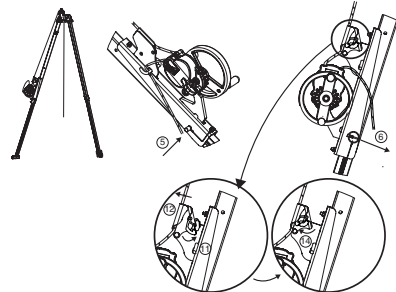

Fig. 9
IMPORTANTE: Attenzione al senso di montaggio: lo strozzafune deve essere rivolto verso la parte alta del treppiede tracpode (Fig. 9).
5. Posizionare il perno di fissaggio della console per apparecchio derope™ UP R. Questo perno di fissaggio svolge due funzioni: bloccaggio della gamba del treppiede tracpode e fissaggio della console per apparecchio derope™ UP R su questa gamba (Fig. 9, 5).
6. Bloccare il perno di fissaggio mediante la coppia ad anello (Fig. 9, 6).
11. Aprire lo strozzafune della console (Fig. 9, 11).
12. Introdurre la fune che esce dall'apparecchio derope™ nello strozzafune della console (Fig. 9, 12).
14. Chiudere lo strozzafune (Fig. 9, 14).